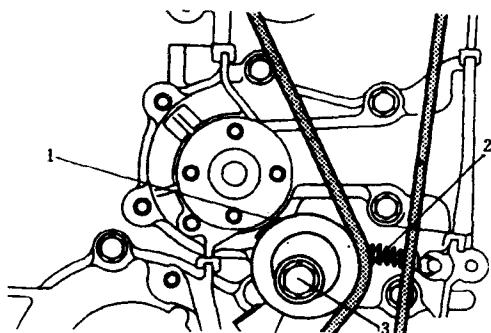

图 1-5 张紧轮
(4)拆下正时齿带张紧轮弹簧,拧下张紧轮固定螺栓,卸下正时齿带张紧轮(图 1-5)。